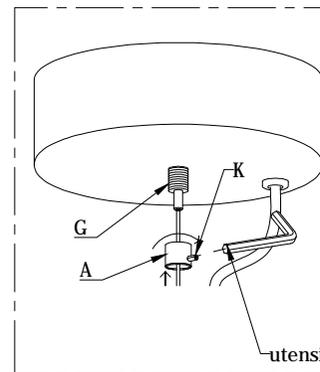

Fig. 2
- Appoggiare il rosone al soffitto. A posizionamento effettuato avvitare con cura il particolare (A) , al bloccacavo (G) . (FIG. 2)
- Avvitare il grano di sicurezza (K) (Fig. 2).
- Place the canopy in the ceiling. Screw with care the particular (A), the block cable (G). (Fig.2)
- Screw the safety screw (K) (Fig.2).